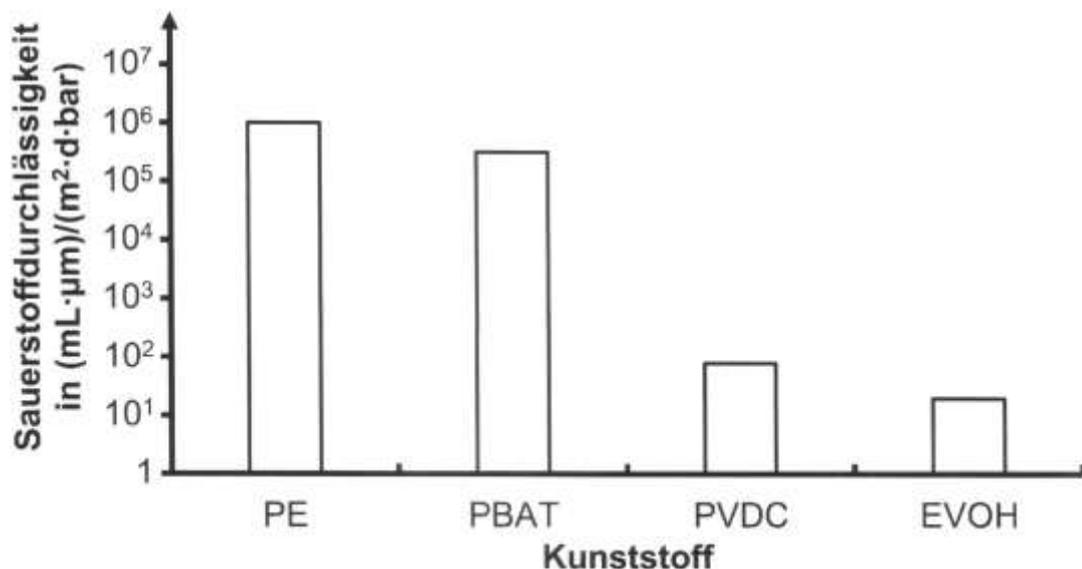

Abb. 3: Sauerstoffdurchlässigkeit verschiedener Kunststoffe²
1.2 Kunststoffverpackungen für Milch sollten sowohl für Wasserdampf als auch für Sauerstoff undurchlässig sein, um das Verderben der Milch zu verlangsamen. Tabelle 2 und Abbildung 3 zeigen die Wasserdampf- und Sauerstoffdurchlässigkeit verschiedener Kunststoffe:
1.2.2 Diskutieren Sie anhand der in Aufgabe 1.2 genannten Kriterien und mithilfe von Tabelle 2 und Abbildung 3 die Eignung von PVDC und EVOH für Milchkartons. [5 BE]